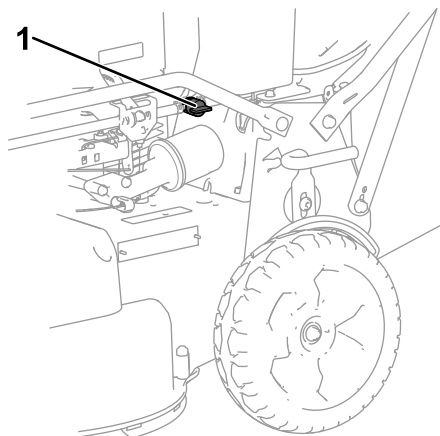

Bild 14
2. Öffnen Sie den Kraftstoffhahn (Bild 14).